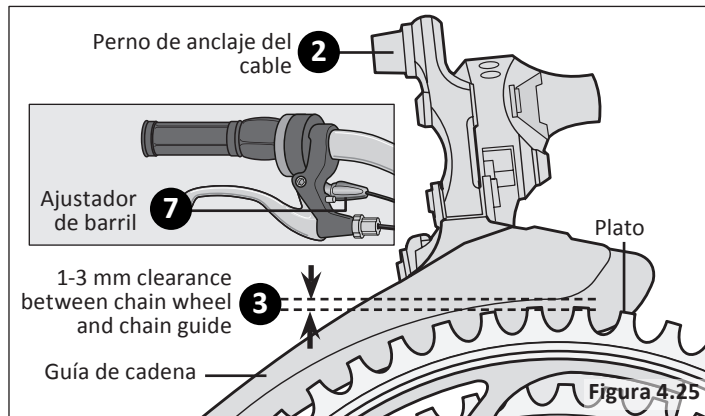

Figura 4.25
- 2 Desconecte el cable de cambio delantero del perno de anclaje del cable. **Figura 4.25**
- 1 Temblores:** Apriete el freno delantero y empuje el manillar atrás y adelante, adelante y atrás. O, si la bicicleta está en un soporte de montaje y se ha quitado la rueda delantera, empuje y tire de las horquillas. Si siente una sensación de golpeteo o "sonido metálico" significa que el juego de dirección está demasiado flojo. **Figura 4.25**